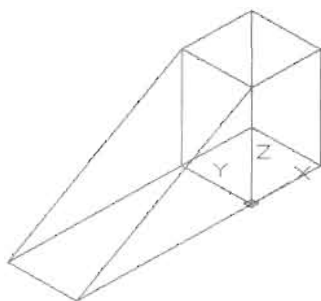

图 14-31
(3) 在“建模”工具栏中单击“长方体”按钮, 绘制如图 14-31 所示的长方体, 命令执行过程如下。